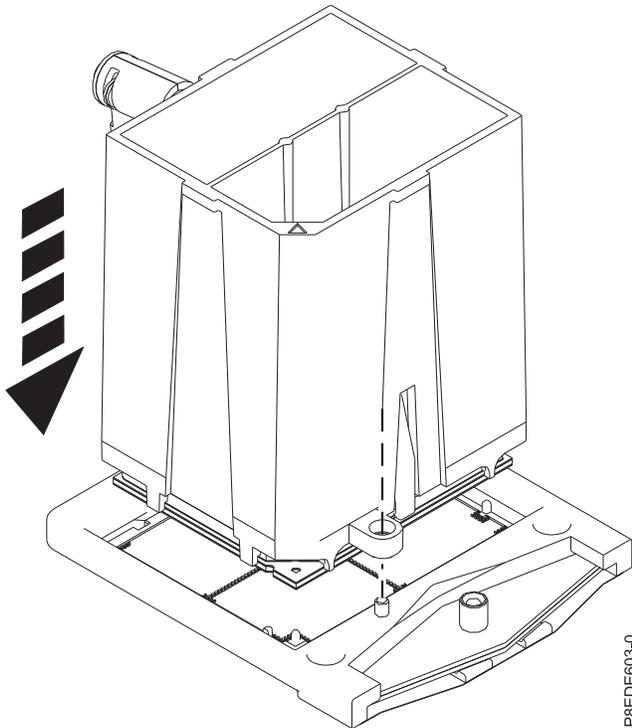

Abbildung 16. Systemprozessormodul auf das Socket herabsenken
7. Senken Sie das Werkzeug und das Systemprozessormodul auf das Socket ab. Stellen Sie sicher, dass die beiden Führungsstifte auf jeder Seite des Werkzeugs in die für die Ausrichtung vorgesehenen Löcher eingeführt werden, siehe Abb. 16 auf Seite 18.